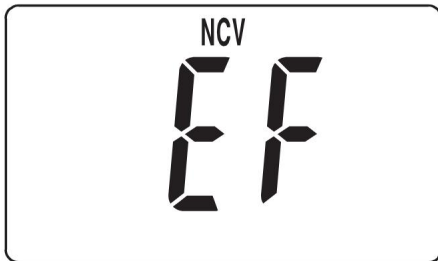

Figura 3
1. Coloque el interruptor giratorio en la posición NCV. La pantalla muestra "EF" (consulte la Figura 3).